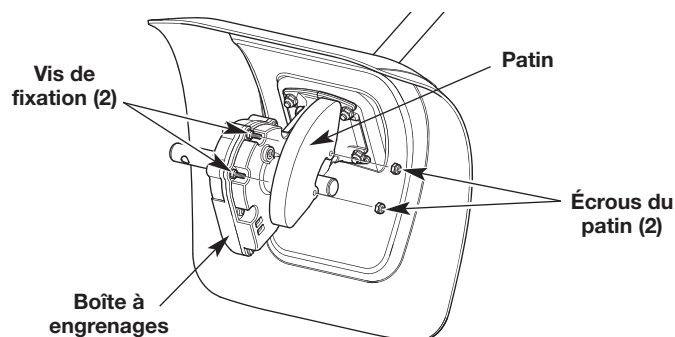

Fig. 7
1. Utilisez une clé 3/8 po pour enlever les deux écrous du patin. Retirez le patin de la boîte à engrenages (Fig. 7).
2. Placez le nouveau patin sur les deux vis de fixation de la boîte à engrenage (Fig. 7).
3. Placez les deux écrous du patin sur les vis de fixation. Utilisez une clé 3/8 po pour serrer les écrous du patin de façon sécuritaire. (Fig. 7).